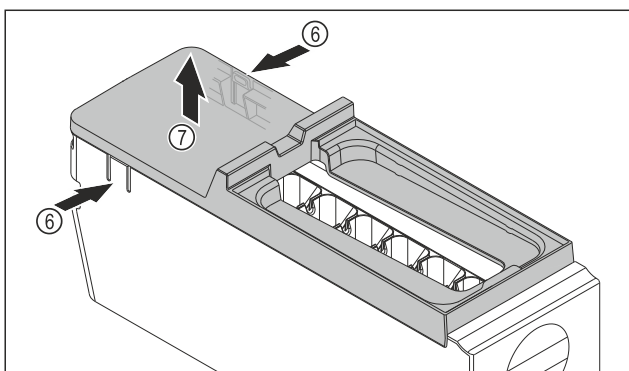

Fig. 142
- ▶ Wyjmowanie osłony korpusu EasyTwist-Ice: Docisnąć jedną ręką nakładki Fig. 142 (6) po obu stronach korpusu EasyTwist-Ice.
- ▶ Drugą ręką wyjąć osłonę Fig. 142 (7) ku górze.